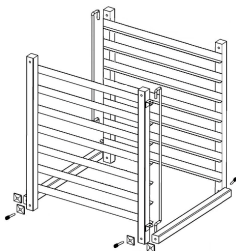

Abb. 1
2. Montieren Sie zuerst die 2 Querstreben unten an einem der vormontierten Seitenteile des Transportwagens. Legen Sie je eine eckige Unterlegscheibe zwischen der Querstrebe und dem Seitenteil sowie zwischen dem Seitenteil und der Schraube und ziehen diese dann mit dem Inbusschlüssel fest (**Abb. 1**).